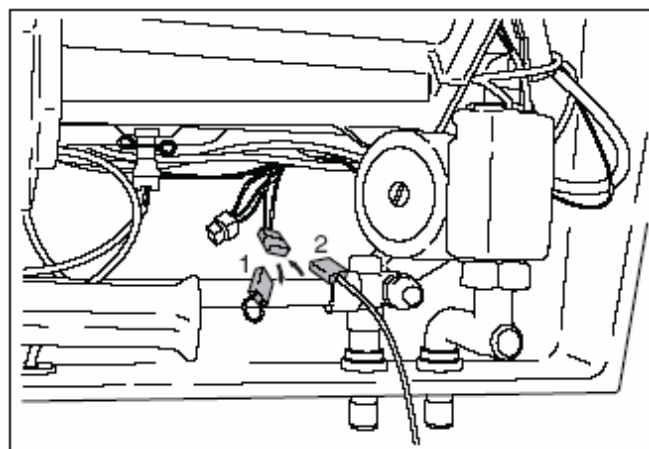

Рис. 22 Датчик горячего водоснабжения FB для внешнего накопителя
- Удалить перемычку (рис. 22, поз. 1). Расцветки кабелей: черно-белый и лиловый.
- Удлинитель датчика горячего водоснабжения, длиной 3 м (рис. 22, поз. 2), подключить к штекеру и установить датчик в накопителе.